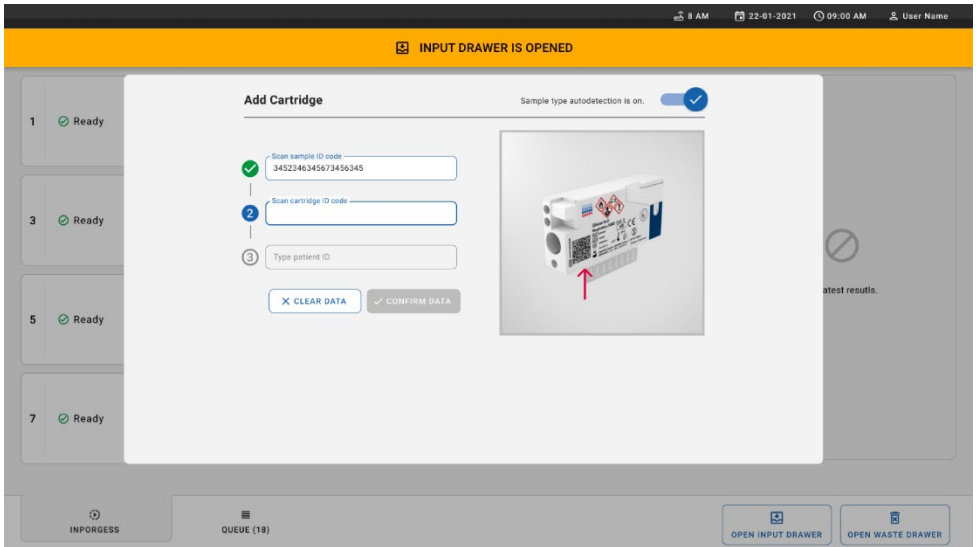
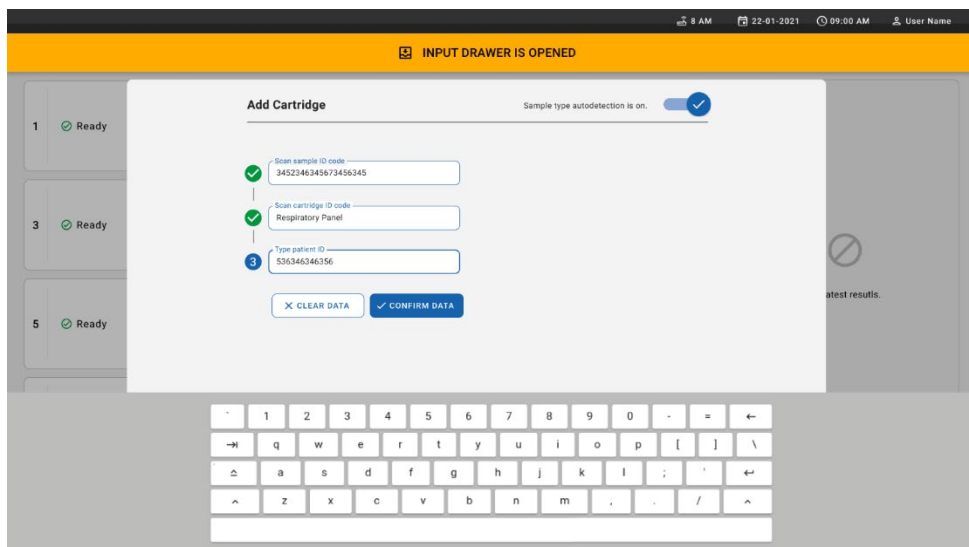

Figure 25. Saisie de l'ID du patient.
Figure 26. Écran de saisie de l'ID du patient, puis de confirmation des données.
10. Saisissez l'ID du patient (Patient ID [ID du patient] doit être configuré sur **on** [activé]) (Figure 25), puis confirmez les données (Figure 26).